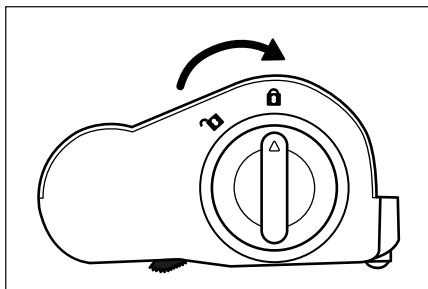

Fig. 29
- 5) Inserte el rodillo de cepillos **20** en el cepillo para suelos **21** y gire el desenganstre del rodillo de cepillos **19** hacia el símbolo **🔒** (cerrar) (consulte la fig. 29).